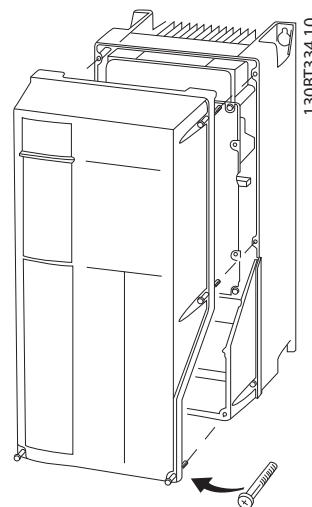

Рисунок 4.20 Доступ к подключению элементов управления в корпусах A4, A5, B1, B2, C1 и C2
- Или снимите переднюю крышку, ослабив крепежные винты. См. Рисунок 4.20.
Все клеммы МСО 361 расположены рядом с платой управления. Для получения доступа к ним снимите переднюю крышку (см. Рисунок 4.20).